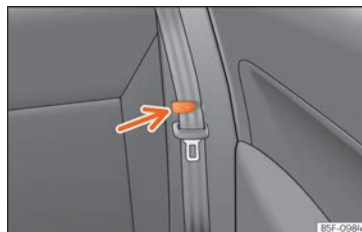

Abb. 133 Rücksitz: Bügel zum Halten des Sicherheitsgurtes.
- Befestigen Sie die seitlichen Sicherheitsgurte am Halter der Verkleidung »» **Abb. 133**.